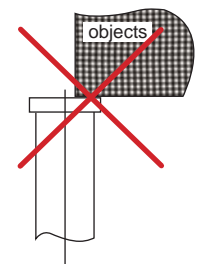

Abb. 2
- Verstellen Sie niemals das Sicherheitsventil (18), es wurde werksseitig so eingestellt, dass eine Überlastung verhindert wird. Die Komponenten 10, 11, 18, 19, 20, 21 sind jeweils alle Teil des Überlastschutzes.
- Heben Sie niemals auf der Kante des Heberkopfes (Abb. 2). Die Last muss immer zur Mittellinie des Hebers zentriert sein